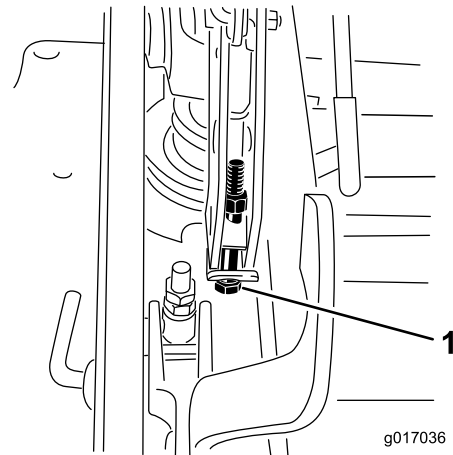

Figura 93
13. Si la carcasa está demasiado baja, apriete el perno del ajuste de un solo punto girándolo en sentido horario. Si la carcasa está demasiado alta, afloje el perno del ajuste de un solo punto girándolo en sentido antihorario (Figura 93).
14. Apriete los 2 pernos en el borde inferior de la pletina de altura de corte (Figura 93).